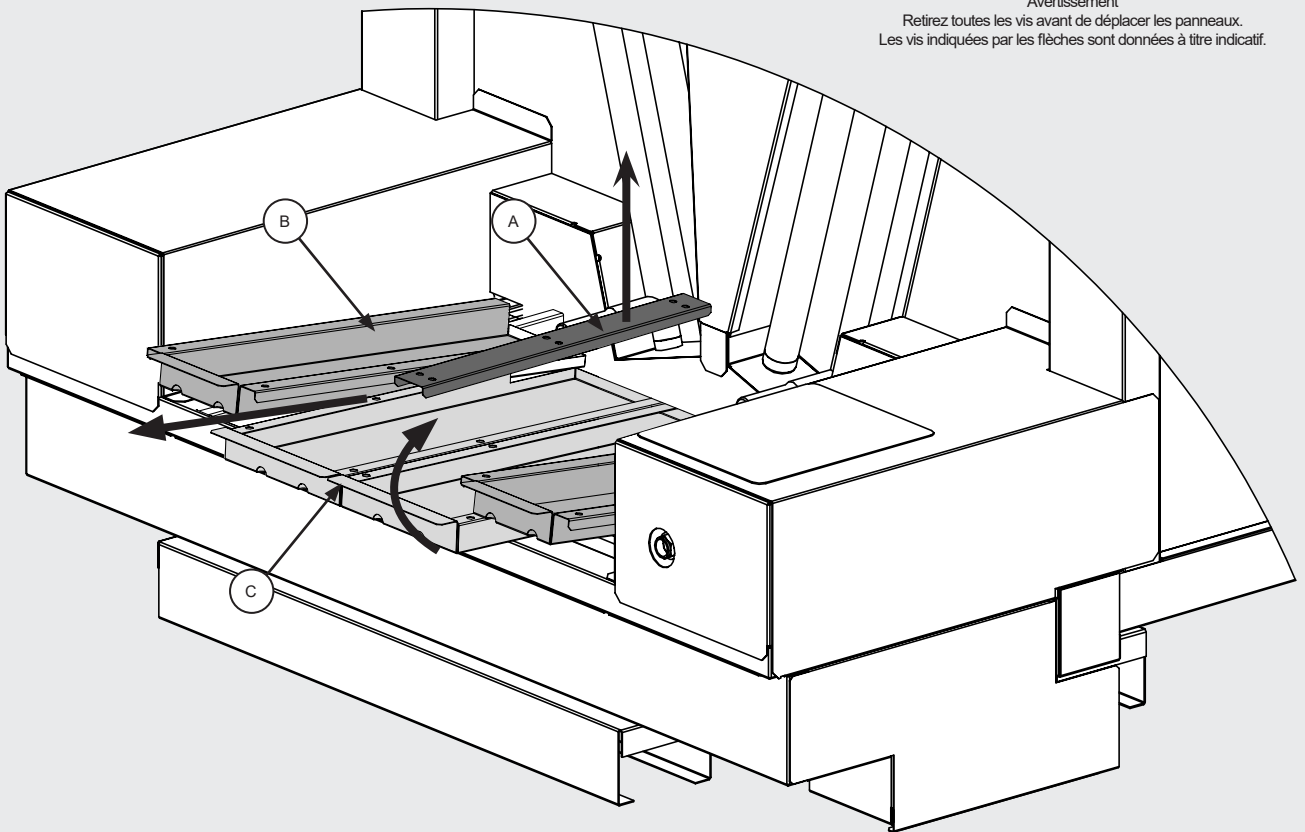

Figure 25
12.13.5 Se placer à l'avant du modèle et dévisser les vis (a) fixant le panneau central protégé le circuit adiabatique externe, voir Figure 25.
12.14.7 Attendez que la vidange du circuit adiabatique soit terminée. Dès que le modèle est arrêté, toutes les électrovannes normalement ouvertes (voir point 2.9) s'ouvrent et le circuit se vide par le raccord (SC), voir la Figure 25.
normalement ouvertes (voir point 2.9) s'ouvrent et le circuit se vide par le raccord (SC), voir la Figure 25.